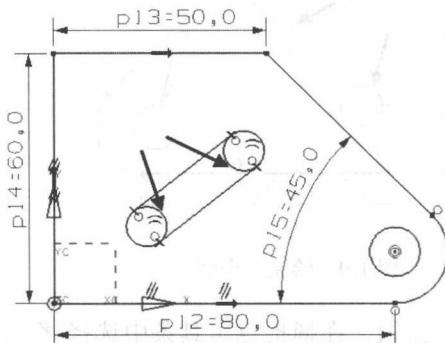
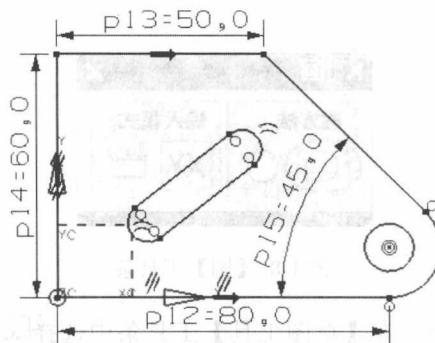

图 1-14 选择要修剪的曲线
图 1-15 修剪后的草图
(8) 修剪多余曲线。在【草图工具】工具条中选择 X (快速修剪) 按钮, 然后在图中选择如图 1-14 所示的曲线, 修剪结果如图 1-15 所示。